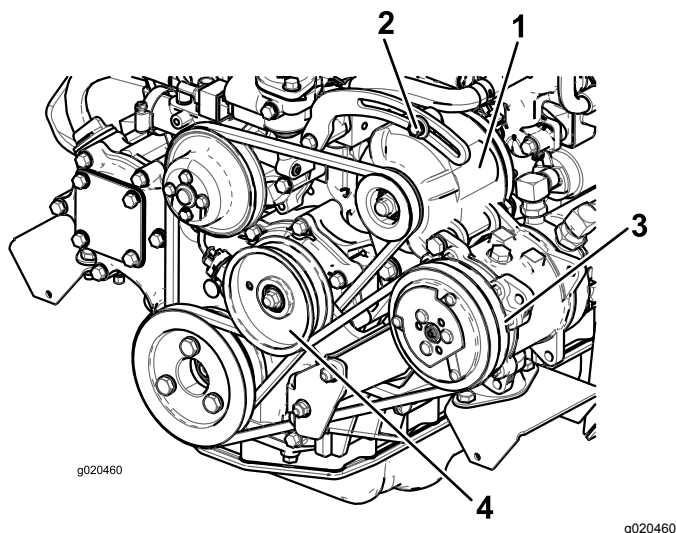

Figure 96
Vérifiez l'état et la tension de la courroie (Figure 96) toutes les 100 heures de fonctionnement.
2. Si vous n'obtenez pas une flèche de 10 mm, desserrez les boulons de fixation de l'alternateur (Figure 96). Augmentez ou diminuez la tension de la courroie et resserrez les boulons. Contrôlez de nouveau la flèche de la courroie pour vérifier si la tension est correcte.
2. Si vous n'obtenez pas une flèche de 10 mm, desserrez le boulon de fixation de la poulie de tension (Figure 96). Augmentez ou diminuez la tension de la courroie du compresseur et resserrez le boulon. Contrôlez de nouveau la flèche de la courroie pour vérifier si la tension est correcte.